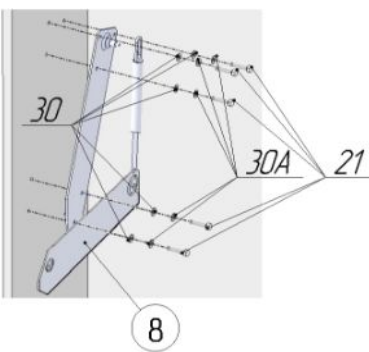

Рис.4.1 Слева
4. Присоединить к боковинам корпуса механизмы подъёма поз.7 и 8, используя болт М8х25 поз.21, шайбы Ø8 поз.30, шайбы стопорные Ø8 поз.30А (рис.4.1 и 4.2).
БОЛТА ПОЗ.21 (СМ. РИС. 4.1 И